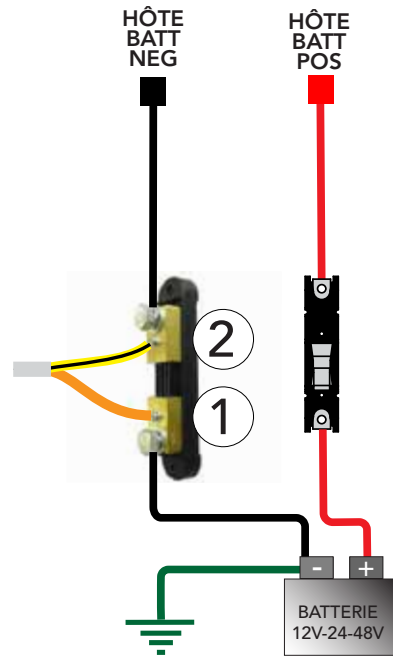
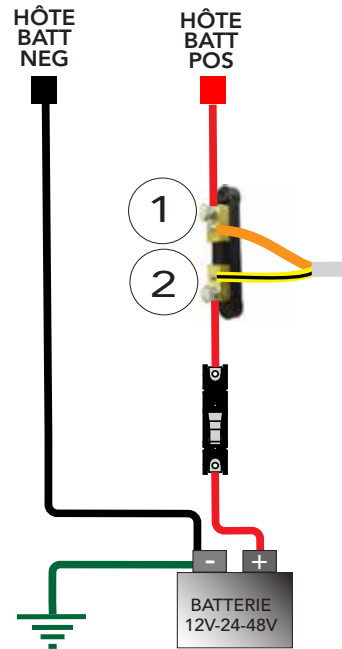

Figure 5-1. Dérivation de la patte négative
Figure 5-2. Dérivation de la patte positive
Étape 2 Installez le(s) dérivation(s) sur le(s) circuit(s) à mesurer, comme indiqué dans les figures 5-1 ou 5-2, ci-dessous. Lorsque vous installez plus d'une dérivation dans un système, câblez toutes les dérivations avec la même polarité. Si vous installez la dérivation sur un conducteur non mis à la terre (voir la figure 5-2 ci-dessous), installez un fusible ou un disjoncteur pour protéger le circuit contre un court-circuit entre les bornes de la dérivation et l'équipement mis à la terre.
Étape 3(A) ou (B) Câblage de la dérivation au ReadyShunt**A. Installation de patte négative** (voir figure 5-1 ci-dessous).
B. Installation de patte positive (voir figure 5-2 ci-dessous).